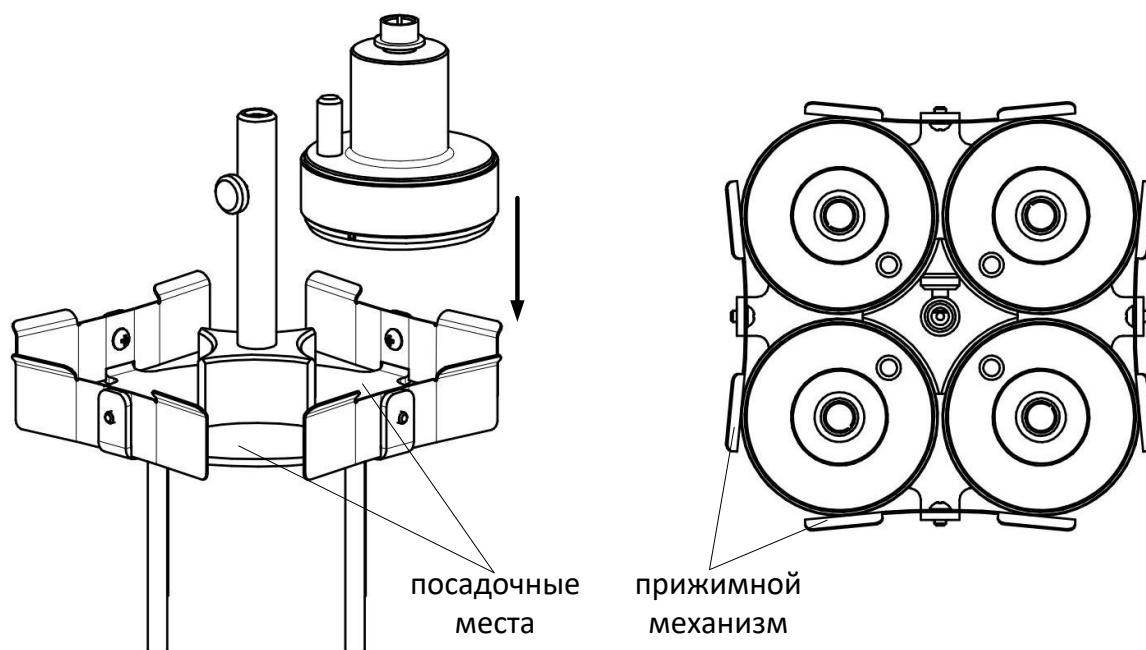

Рисунок 29 – Подготовка к проверке погрешности измерения температуры - Шаг 2
5.8.3 Установить кольца в посадочные места и зафиксировать прижимными механизмами (см. рисунок 29). Индикаторы положения тензодатчика должны быть обращены к центру калибровочного приспособления.
5.8.5 Установить Калибровочное приспособление в климатическую камеру, подключить кольца к кабелям. Убедиться, что в местах контакта калибровочное приспособления с кольцами (см. рисунок 29) нет зазоров.